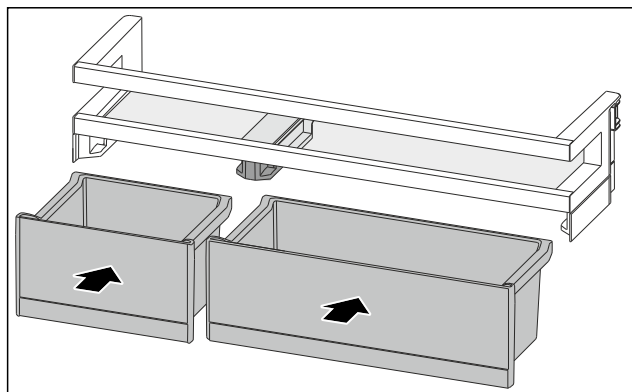

Fig. 150
- Vendosni kutitë VarioBox në rendin e kundërt. (shihni Fig. 150)